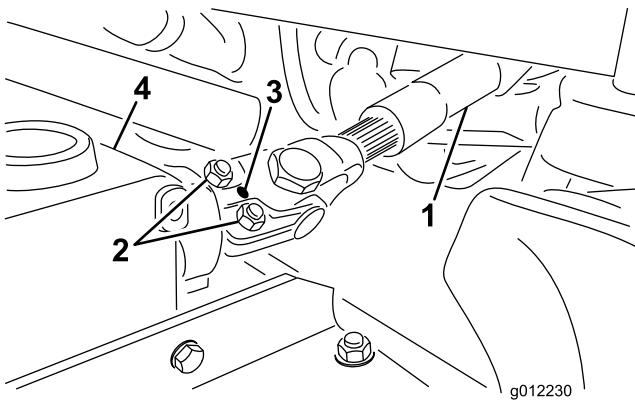

Figure 4
- A. Déposez la goupille cylindrique de la chape d' extrémité et de l'arbre du réducteur (Figure 4).
- B. Desserrez les (2) vis et contre-écrous (Figure 4).
- C. Fixez la chape d' extrémité de l'arbre d' entraînement de PDF sur l'arbre de réducteur avec la goupille cylindrique (Figure 4).
- D. Serrez les contre-écrous pour fixer la chape d' extrémité sur l'arbre de réducteur (Figure 4). Serrez les contre-écrous à un couple de 20 à 25 Nm.